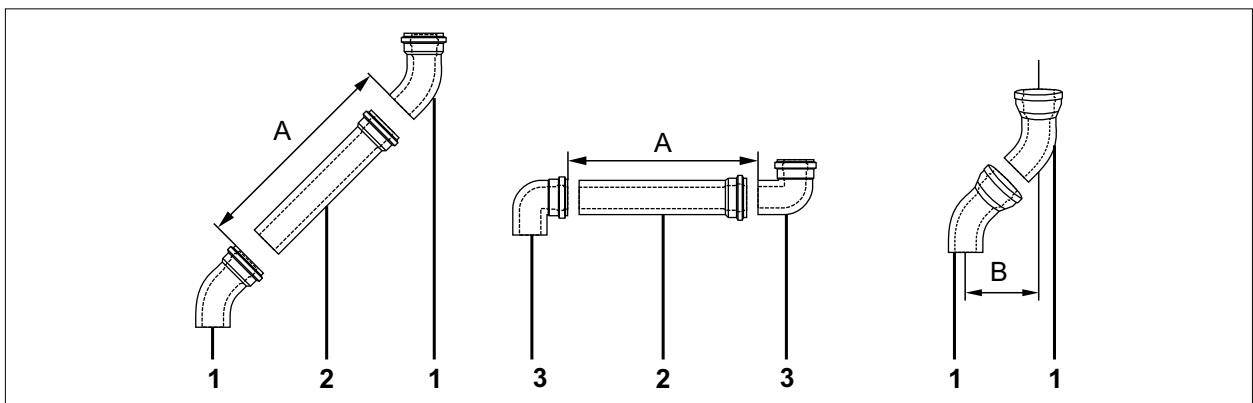

Abb. 5.14 Länge Luft-/Abgasrohr
- ▶ Geräteanschluss mit Abgas-Messöffnung (2) (Abb. 5.14 Beispiel Luft-/Abgasführung [mm]) grundsätzlich am Anschluss des Wärmeerzeugers (1) montieren.
- ▶ Trennvorrichtung (6) (Abb. 5.14 Beispiel Luft-/Abgasführung [mm]) bis zum Anschlag in die vorhergehende Muffe (5) schieben.
- ▶ Nachfolgendes Luft-/Abgasrohr (5) 50 mm in die Muffe der Trennvorrichtung (6) schieben.
- ▶ Luft-/Abgasrohr (5) in dieser Position unbedingt fixieren, z. B. mit Abstandschelle (7) oder luftseitig mit Sicherungsschraube.